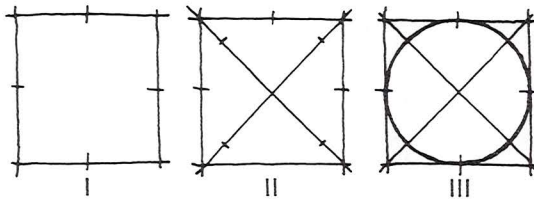

Figura 5 METODO DEL CUADRADO PARA CIRCULOS A MANO ALZADA
- Trazar la circunferencia uniendo los ocho puntos determinados figura 5 (III). Primero suavemente, corregir luego irregularidades y repintar.